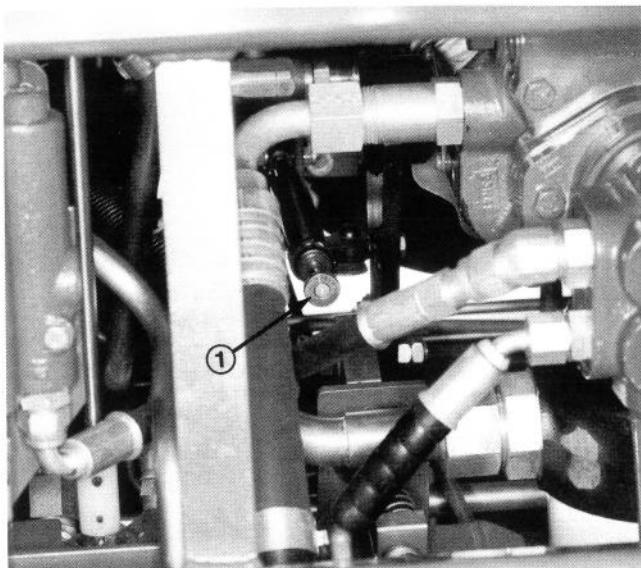

Fig. 19
In linea di massima la manopola di regolazione del pedale di trazione (Fig. 19) deve essere avvitata a fondo. Per rifinire, o per ottenere una risposta più rapida, svitare la manopola di regolazione di 1 o 2 scatti.
4. Girare la manopola di regolazione del pedale di trazione in senso orario per incrementare la pressione (lenta risposta), oppure in senso antiorario per diminuirla (rapida risposta) (Fig. 19).